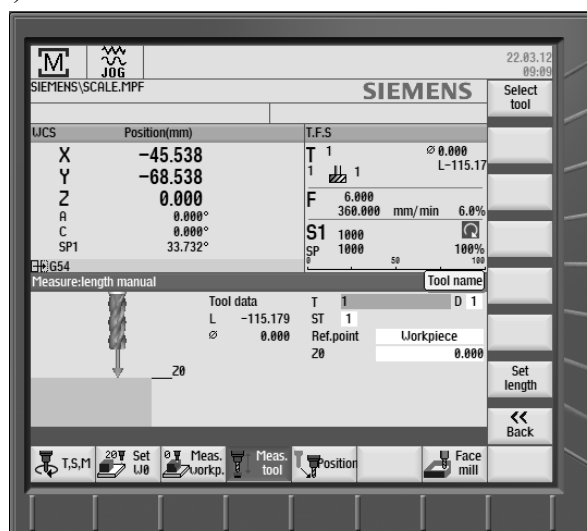

Рисунок 6.5 – Привязка инструмента по оси Z
8.5 В окне «OFFSET» выбрать инструмент 1 (см. рисунок 6.4, б), нажать клавишу «Tool measure». Проверить соответствие параметров в окне параметрам выбранного инструмента (см. рисунок 6.5, а). Нажать клавишу «Set length». В системе координат WCS проверить правильность предварительной привязки инструмента по оси Z (см. рисунок 6.5, б).